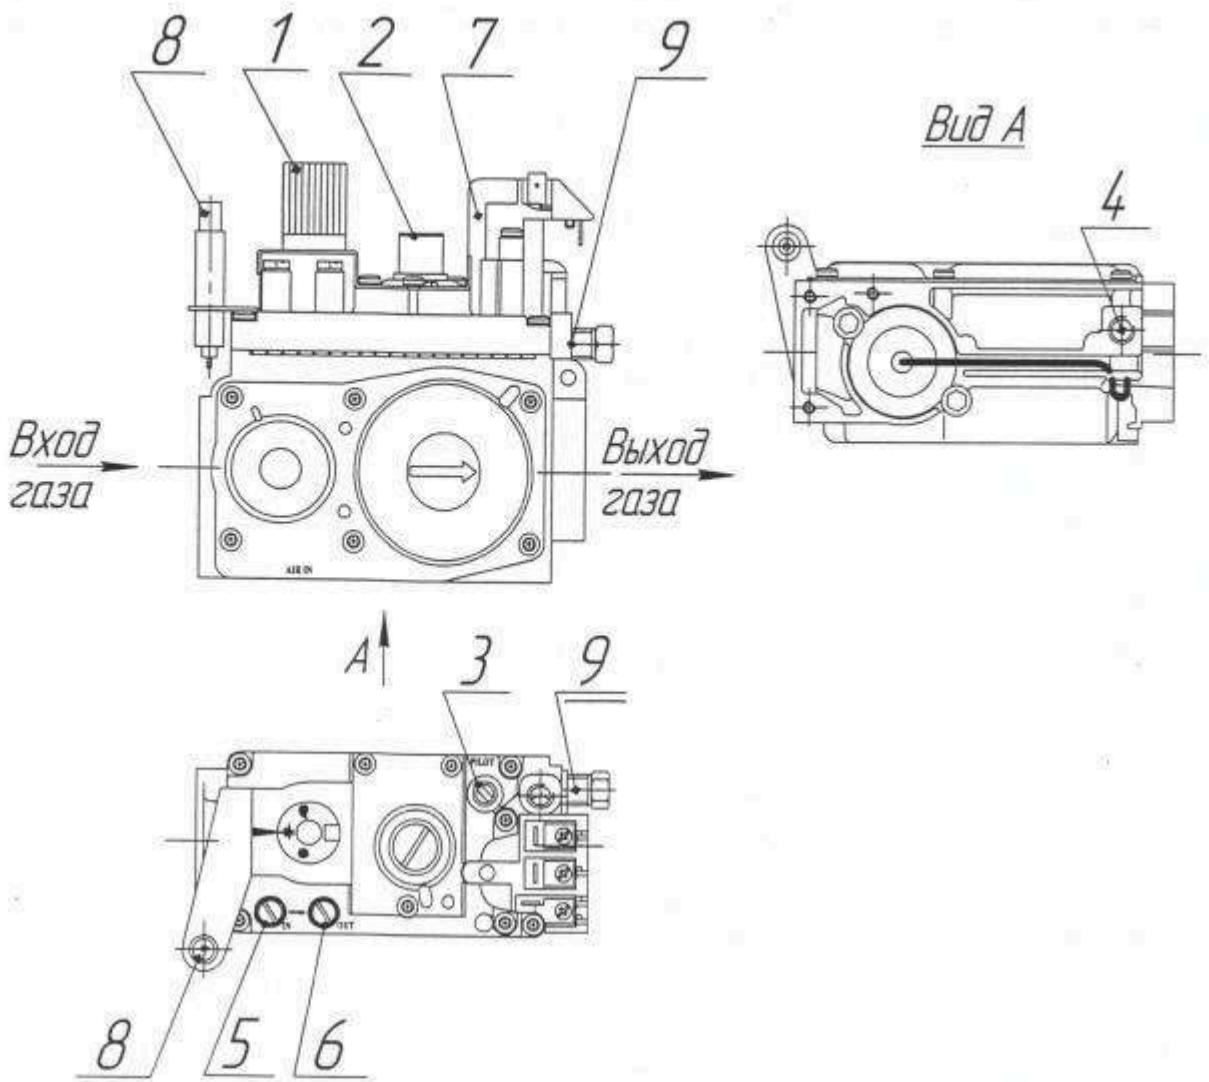

Рис. 4. Элементы управления газовым клапаном.
6.2.2 Проверьте состояние запорных устройств: кран на опуске газопровода к котлу должен быть закрыт, ручка 1 газового клапана должна быть в положении «•» (см. рис. 4).